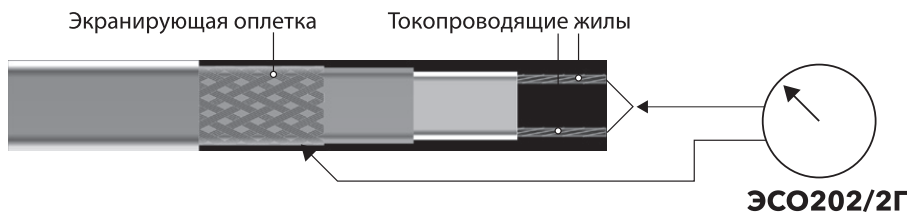

Рисунок 4.
4.1.15 Саморегулирующиеся нагревательные кабели имеют температурно-зависимое сопротивление, и данные о величине сопротивления не являются достоверным ориентиром для определения присоединенной нагрузки. По этой причине саморегулирующиеся нагревательные кабели проверяются только на сопротивление изоляции нагревательного элемента (измерение производится между токопроводящими жилами и экранирующей оплеткой нагревательного кабеля) и сопротивление оболочки нагревательного кабеля (измерение производится между экранирующей оплеткой нагревательного кабеля и контуром заземления) (см. рис. 4).